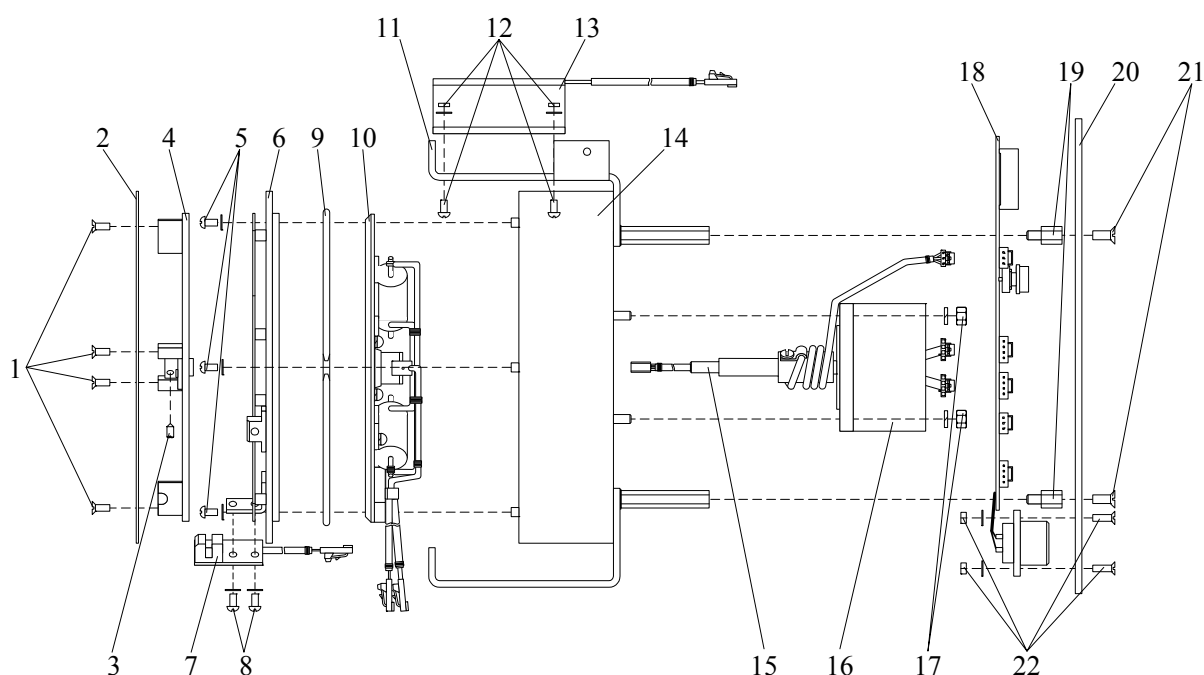

Рисунок 3.2. Схема разборки модулятора
1. Уложить три витка кабеля ДТИ на ось привода (см. рисунок 3.2).
При регулировке датчика положения диска 7 (см. рисунок 3.2) необходимо ослабить крепёжные винты 8 и, перемещая датчик положения диска 7, добиться свободного, без заеданий и затирааний, перемещения экрана диска в прорези датчика. Закрутить винты крепления датчика положения диска.